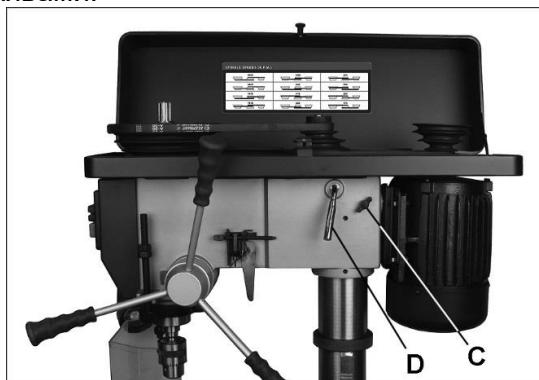

Рис. 8-2: регулировка частоты вращения
2. Ослабьте два барашковых винта (C, Рис. 8-2) с каждой стороны сверлильной бабки.
3. Поворачивайте рукоятку натяжения (D) по часовой стрелке, чтобы придинуть основание двигателя максимально близко к сверлильной бабке.
5. Для натяжения ремней поворачивайте рукоятку натяжения (D) против часовой стрелки.
6. Затяните барашковые винты (C). О правильном натяжении ремней свидетельствует их отклонение примерно на 13 мм при надавливании большим и указательным пальцами посередине между шкивами.